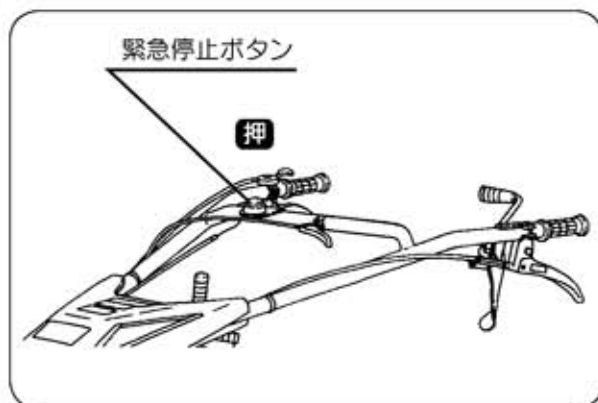

図17
④ 緊急停止ボタンを押してください。エンジンが停止します。(図17)